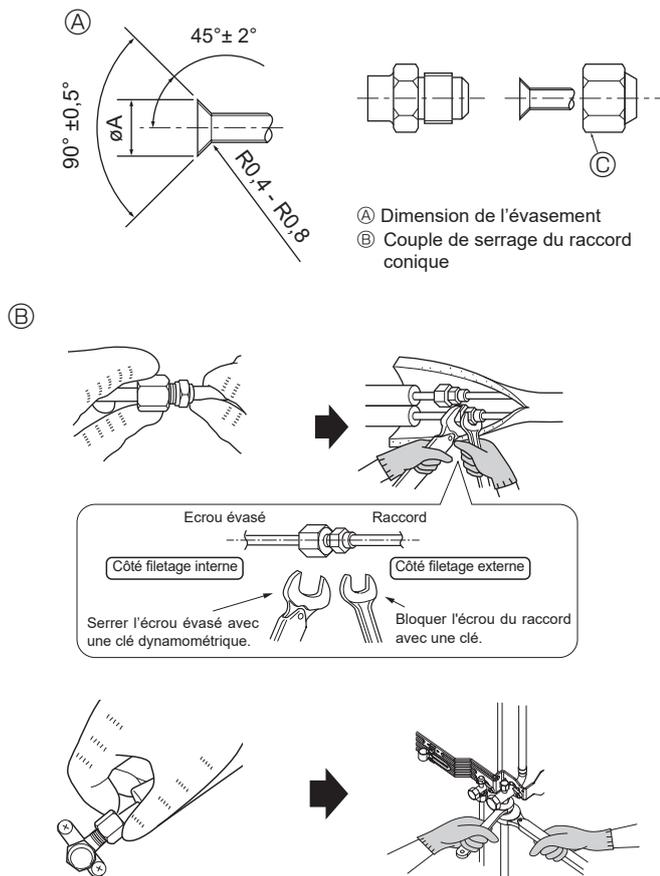

Fig. 4-8
① (Fig. 4-8)
② (Fig. 4-8)
### 4.2. Connexion des tuyaux (Fig. 4-8)